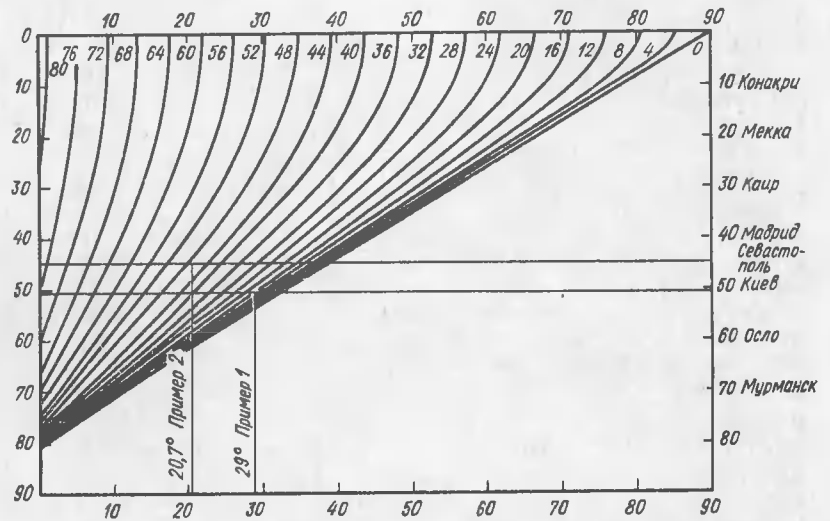

Рис.2
**Инструкция по пользованию графиком №2 (рис.2) при определении угла наклона антенны к горизонту.**